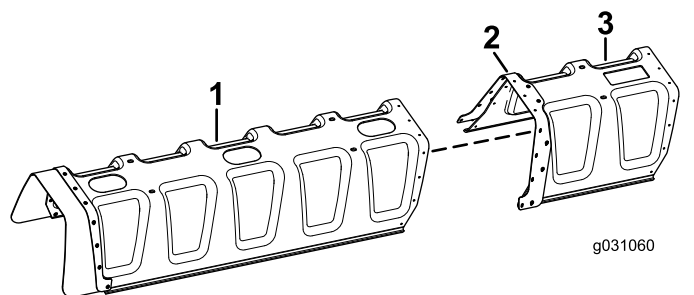

Рисунок 5
1. Совместите отверстия в кожухе стрелы с 11 соплами с отверстиями в усиливающей пластине, подсоединенной к кожуху стрелы с 12 соплами (Рисунок 5).